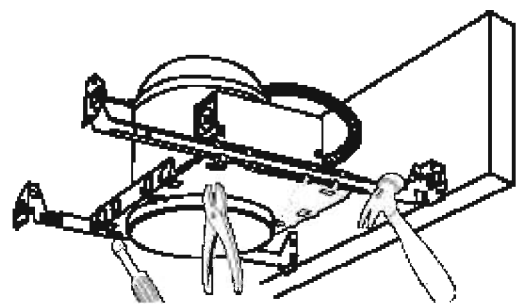

Fig. 4
3. Extienda los colgadores de barra de manera que encajen entre las viguetas y coloque el reborde del colgador de barra en la parte inferior de la vigueta. Coloque la lámpara clavando los clavos en las viguetas (Fig. 4).
Deslice la luminaria en las barras para colgar hasta la posición deseada. Para asegurar la posición de la lámpara, apriete los tornillos o doble las clavijas en la estructura de yeso sobre los colgadores de barra (Fig.4).
Ajuste la lámpara al grosor del techo aflojando los tornillos hexagonales que fijan la carcasa redonda a la estructura de yeso. Deje el borde inferior de la carcasa al ras con la línea del techo y apriete los tornillos (Fig. 4).